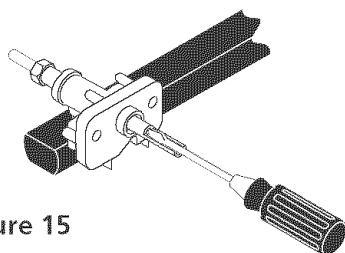

Figure 15
4. Réglez la position LOW des robinets des brûleurs de surface (voir Figure 15)